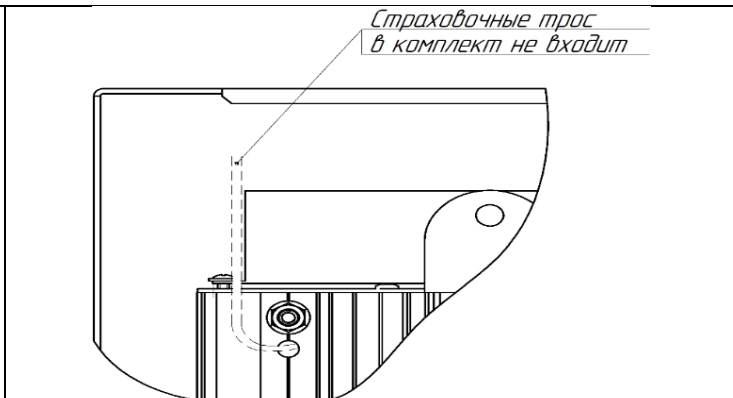

Рисунок 12. Схема расположения отверстия для страховочного крепления
4.7 Запрещается эксплуатация светильника без применения дополнительного страховочного крепления рисунок 12